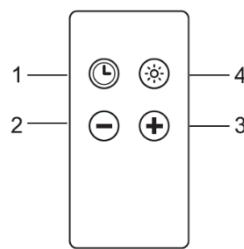

Рис. 7
• Вытяжкой WK-11 Juno II можно управлять с помощью пульта дистанционного управления (рис. 7).
### Определение кнопок (рис. 7)